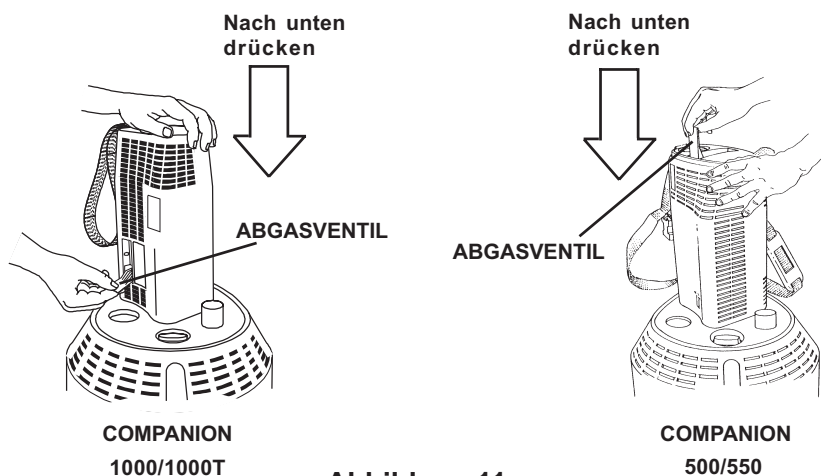

Abbildung 11
6. Halten Sie das Gerät in der Füllposition und bewegen Sie dabei gleichzeitig den Abgasventilhebel in die Offen-Position (im Winkel von 90° zur normalen Zu-Position). Dadurch entsteht ein lautes Zischgeräusch durch entweichenden gasförmigen Sauerstoff (Abbildung 11). **Hinweis:** Merken Sie sich den Zeitpunkt des Füllbeginns und achten Sie auf die Dauer des Füllvorgangs.